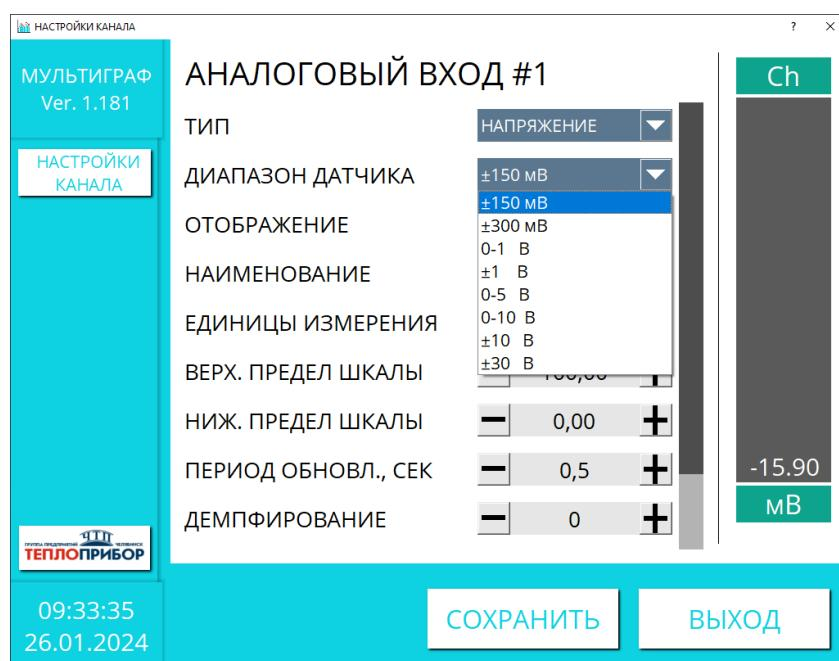

Рисунок 2.11 – Параметры настройки входа измерения напряжения
2) При измерении напряжения доступны следующие диапазоны измерения:  $\pm 150 \text{ мВ}$ ,  $\pm 300 \text{ мВ}$ ,  $0 - 1 \text{ В}$ ,  $0 - 5 \text{ В}$ ,  $0 - 10 \text{ В}$ ,  $\pm 1 \text{ В}$ ,  $\pm 10 \text{ В}$ ,  $\pm 30 \text{ В}$  (рис. 2.11);